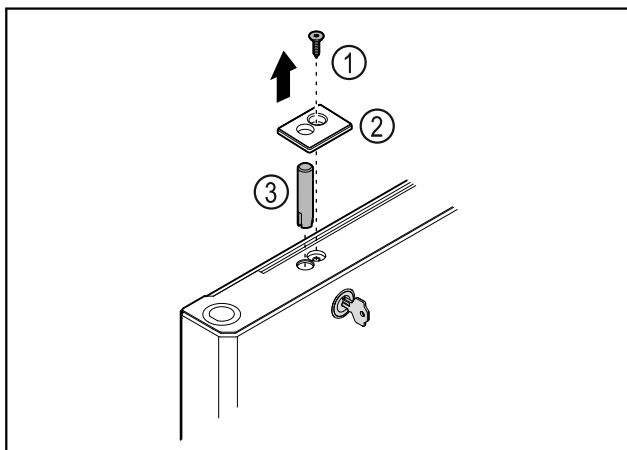

Fig. 38
- 移除螺栓 Fig. 38 (1)。
- 使用小型螺丝刀松开并取下盖板 Fig. 38 (2)。
- 拔出锁销 Fig. 38 (3)。